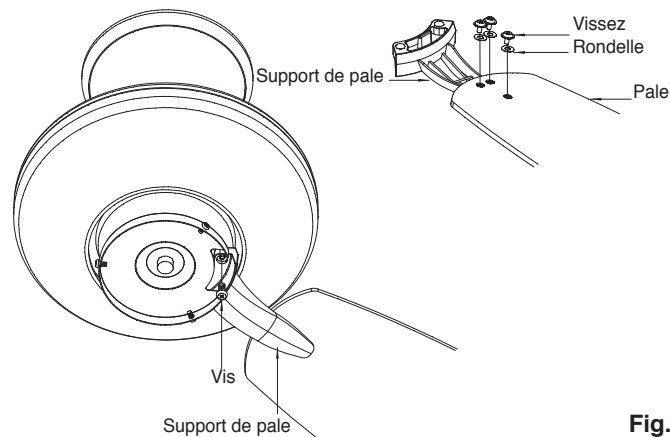

Fig. 14
**Étape 1.** Fixez la pale au support de pale à l'aide des vis et rondelles, comme illustré dans la Figure 14. Commencez à insérer la vis dans le support. Répétez l'opération pour les deux autres vis.